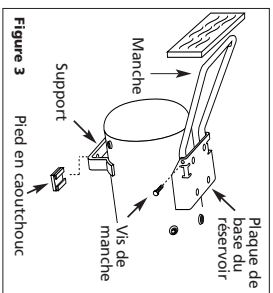

Figure 3
2. Introduire la manche dans les deux bords de la plaque de base du réservoir et faire entrer la manche dans les ouvertures de la plaque de base. (Voir Figure 3).
Quelques modèles ont des pieds en caoutchouc. Glisser les pieds sur les supports (Voir Figure 3).